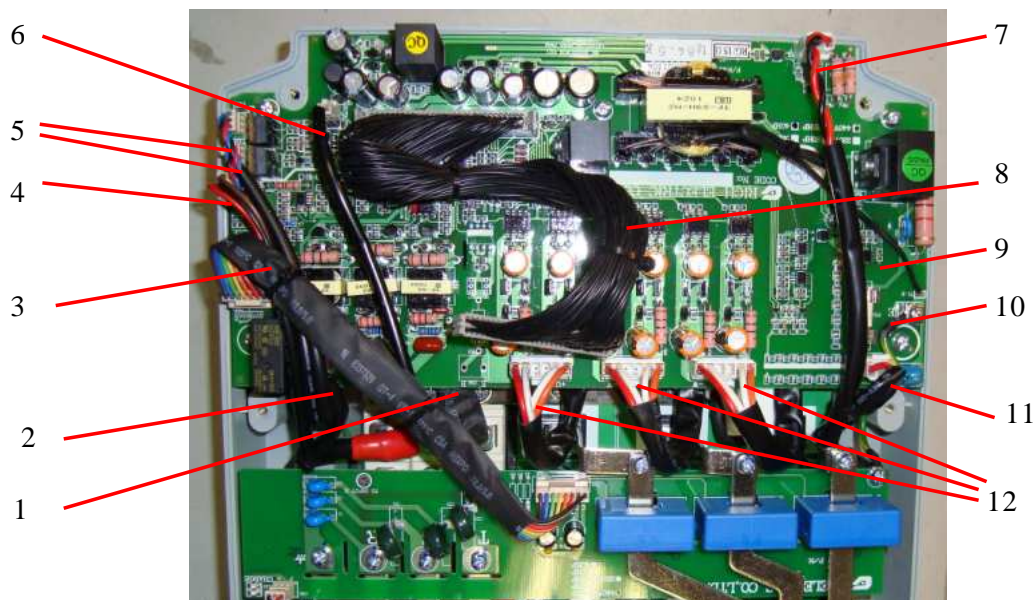

Рис. 6.8
6.7.2. Выкрутить винт крепления провода заземления 2 (рис. 6.8). Положить винт в тару.